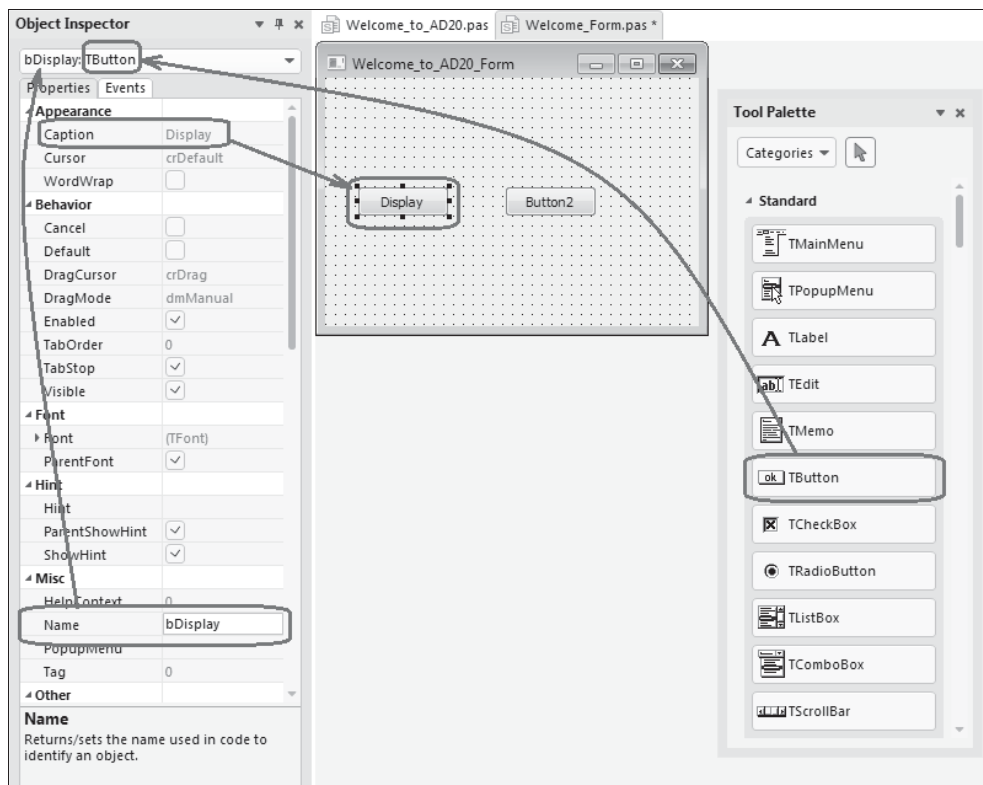

Рис. 14.5. Назначение инструментов управления для скрипт-формы
- щелчком на кнопке **Panels** вызвать контекстное меню и активизировать панель рабочего пространства **Tool Palette** (рис. 14.5, *справа*), в которой размещены более ста значков для инструментов (компонентов) управления скрипт-формой;
- повторить это действие еще раз для размещения в окне скрипт-формы второй кнопки — **Button2** (рис. 14.5, *в центре*).
- выбрать курсором кнопку **Button1** — изображение кнопки отмечается значками-«прищепками», а в панели **Object Inspector** (рис. 14.5, *слева*) отображаются свойства кнопки;